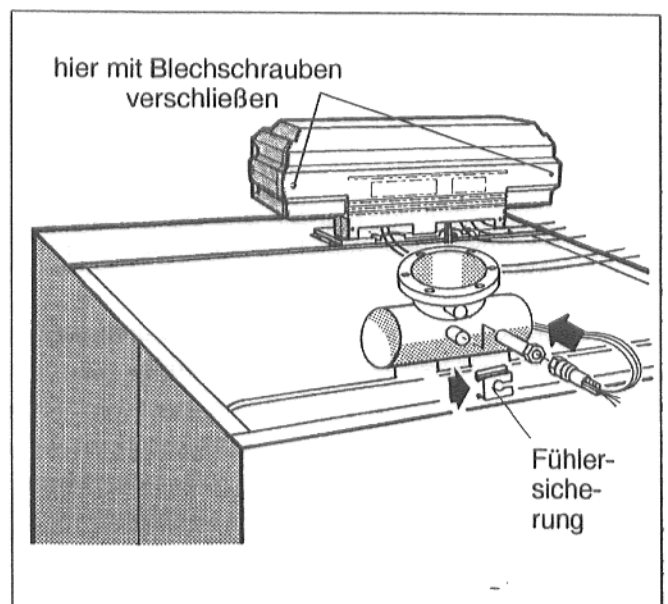

Abb. 55
- Klemmenabdeckhaube von hinten mit zwei Blechschrauben am Regelgerätesockel anschrauben (Abb. 55).